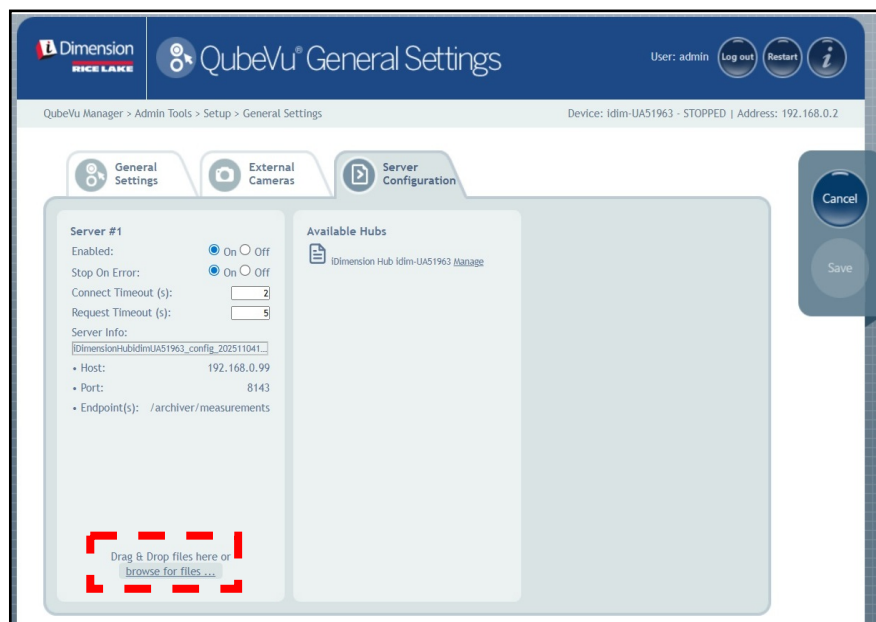

Figure 5-10. Onglet Server Configuration (Configuration serveur)
- Sélectionnez **browse for files...** (Parcourir pour chercher des fichiers) et choisissez un fichier de configuration de serveur (voir Figure 5-10, page 29).